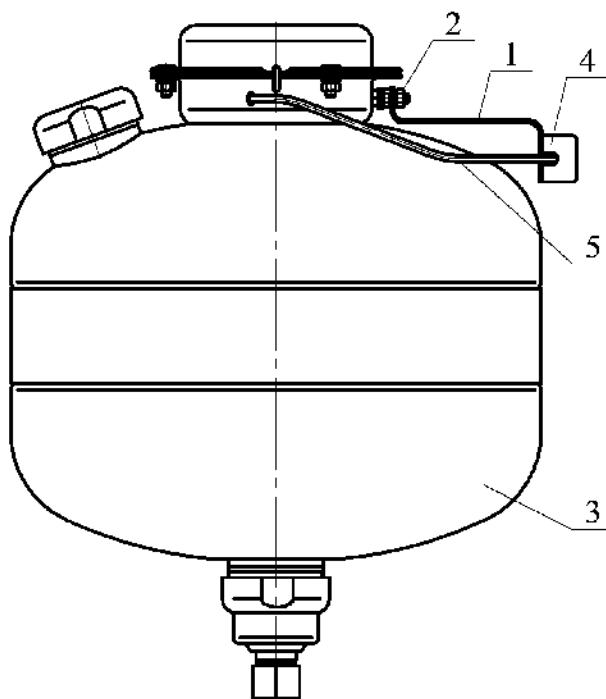

Рисунок 2
ж) по заявке Потребителя (см. рисунок 2):
4.1.2 Для удобства монтажа по заявке Потребителя МУПТВ может быть дополнительно укомплектован коробкой монтажной огнестойкой КМ-О 4(к)-IP41-s с кронштейном для монтажа ее на корпусе модуля (см. рисунок 2). В данном случае на кронштейне 1, закрепленном гайкой 2 на фланце МУПТВ 3, установлена коробка монтажная 4. Выводы элемента электропускового ИХГ 5, вставленные в трубку ПВХ, соединены с коробкой монтажной 4. Соединение МУПТВ с пусковой цепью производится согласно утвержденному проекту.